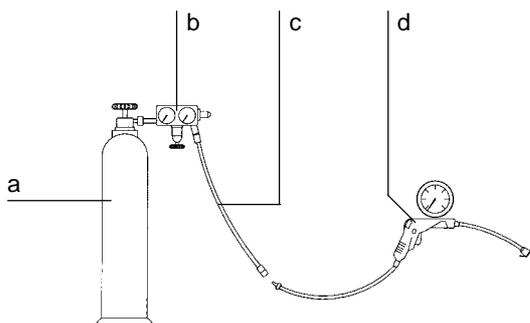
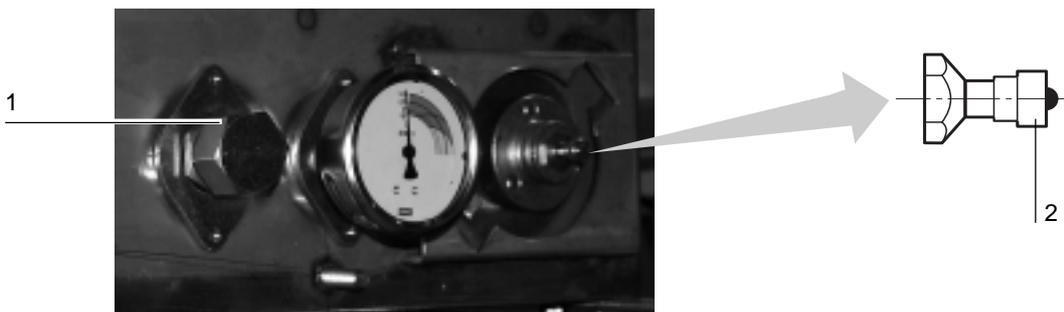
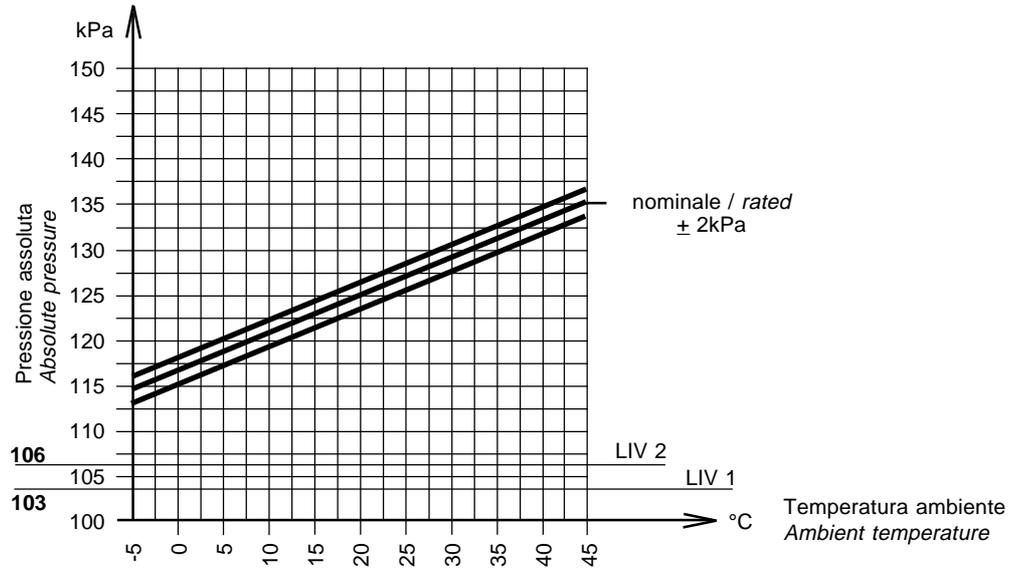
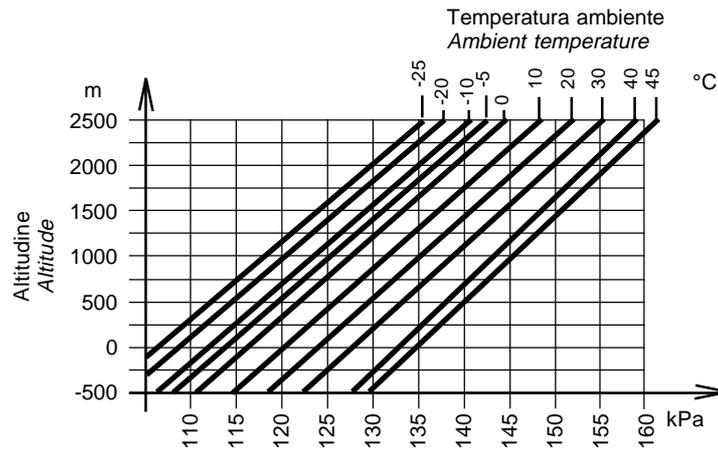

Fig. 50
Fig. 52 _____
Fig. 53
Fig. 54
12.5 Modalità di controllo ed eventuale caricamento del gas isolante SF6 (fig.50 e 51)
La pressione nominale del gas SF6 a 20 °C è 125 kPa. Procurarsi un gruppo di controllo e caricamento fig. 50 composto da un manometro da 100-160 kPa ed una pistola con relativo raccordo ed attacco adatto per la valvola di caricamento fig. 52 (2).
Se il valore della pressione misurata rientra nella fascia dei valori indicati nel diagramma di fig. 53 per la temperatura ambiente e fig. 54 per l'altitudine, staccare il dispositivo e rimettere il coperchietto; in caso contrario procedere al ripristino del gas dopo aver procurato una bombola di gas SF6 fig. 50 a) completa di riduttore di pressione e manometro a monte da 0-10000 kPa e quello a valle da 0-1000 kPa fig. 50 (b) e relativo tubo fig. 50 (c) lungo quanto basta con attacco rapido all'estremità.
Inserire l'attacco del dispositivo (d) sulla valvola fig. 52 (2) e procedere alla graduale carica del quadro.
Chiudere la bombola, staccare il dispositivo dalla valvola fig. 52 (2) e rimettere il coperchietto.
⚠ Non superare le pressioni indicate nel diagramma di fig. 53 e 54.
12.5 Methods for checking the SF6 insulating gas and any necessary filling (fig. 50 and 51)
The rated pressure of the SF6 gas at 20 °C is 125 kPa. Procure a control and filling unit fig. 50, consisting of a 100-160 kPa manometer and a pistol with relative connection and attachment suitable for the valve - fig. 52 (2).
If the value of the pressure measured falls within the values indicated in the diagram of fig. 53 for the ambient temperature and fig. 54 for the altitude, disconnect the device and put the cover back. Otherwise, proceed to restore the gas after procuring an SF6 gas cylinder – fig. 50 a), complete with pressure reducer and 0-10000 kPa manometer on the supply side and 0-1000 kPa manometer on the load side - fig. 50 (b), as well as relative tube fig. 50 (c), sufficiently long and with rapid connector on the end.
Insert the connection of the device (d) over the valve - fig. 52 (2) and proceed to fill the switchboard gradually.
Close the cylinder, detach the device from the valve - fig. 52 (2) and put the cover back.
⚠ Do not exceed the pressures indicated in the diagram in fig. 53 and 54.
Particolare valvola di caricamento fig. 52 (2)
Detail of the filling valve - fig. 52 (2)